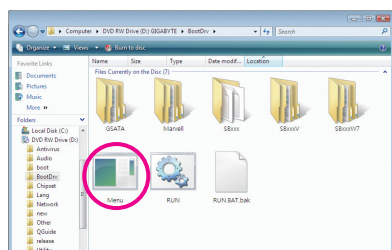
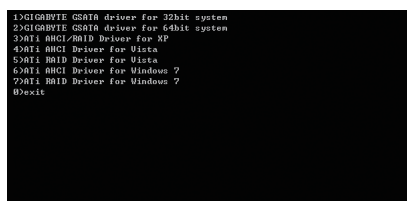

図 3
図 4
- 2: 光学ドライブフォルダから、**BootDrv** フォルダの **Menu.exe** ファイルをダブルクリックします (図3)。図4 のようなコマンドプロンプトウィンドウが開きます。
- 3: 空のフォーマット済みディスクを挿入します。インストールするオペレーティングシステムによっては、メニューから対応する文字を押すことでコントローラドライバを選択し、<Enter>を押します。例えば、図4でメニューから: